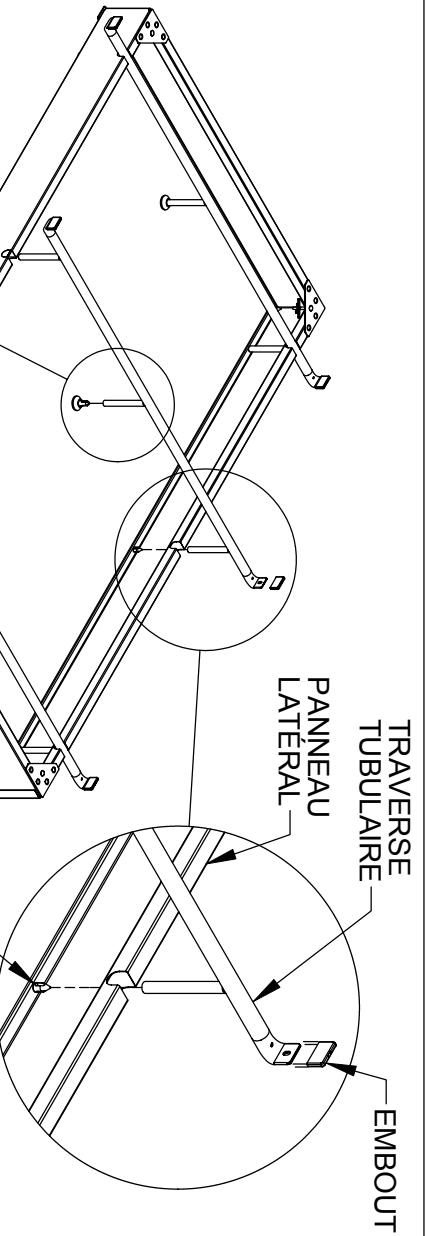

Figure 6 TRAVERSE TUBULAIRE PANNEAU LATÉRAL PATIN
Étape 6 : Faire passer les TRAVERSES TUBULAIRES dans les encoches, tel qu'ilustré à la Figure 6. Aligner les pieds extérieurs sur les TRAVERSES TUBULAIRES tandis que les entretoises sont placées sur les PATINS marrons, et appuyer fermement pour les mettre en place. Faire glisser les EMBOUTS sur les extrémités des TRAVERSES TUBULAIRES et appuyer sur les EMBOUTS jusqu'à ce qu'ils s'encliquettent en place.